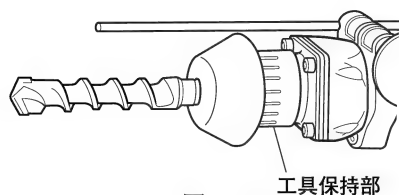

図 6
- (2) ドリルビットを工具保持部に取付けます。(図6)
- (3) ドリルビットを穴の奥に突き当たるまでさし込み、ダストカップが工具保持部に触れていないことを確かめてください。